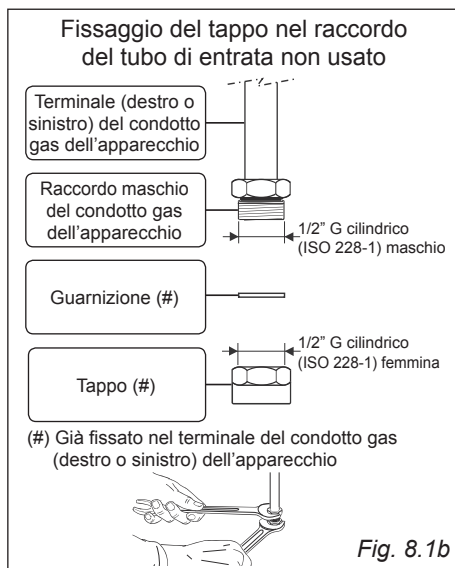

Fig. 8.1b
- Il terminale non utilizzato del condotto gas dell'apparecchio deve essere chiuso con il tappo interponendo la guarnizione di tenuta (fig. 8.1b).